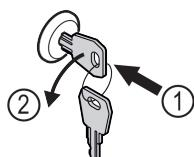

Fig. 162
- Пъхнете ключа. Fig. 162 (1)
- Завъртете го на 90° обратно на часовниковата стрелка. Fig. 162 (2)